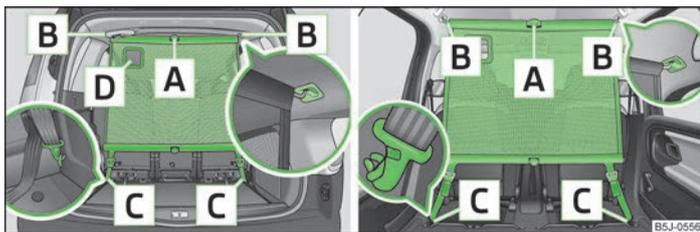

Abb. 48 Netztrennwand hinter den Rück-/Vordersitzen verwenden
- Die Querstange in die Aufnahme **[B]** » Abb. 48 erst auf der einen Seite setzen und nach vorn drücken. Auf gleiche Weise die Querstange auf der anderen Seite in die Aufnahme **[B]** setzen.
- Die Gurte auf beiden Seiten lösen und die Karabiner **[C]** aushängen » Abb. 48.
- Auf die rote Taste des Gelenks **[A]** » Abb. 48 drücken - das Gelenk löst sich.
Die Öffnung **[D]** » Abb. 48 in der Netztrennwand dient zur Durchführung des Dreipunkt-Sicherheitsgurts » Seite 109, *Sicherheitsgurt für den hinteren mittleren Sitz*.